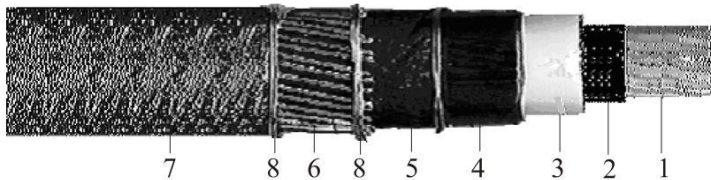

Рис. 6. Общий вид разделанного одножильного СПЭ кабеля.
1. Назовите элемент 5, изображённый на рис. 6.